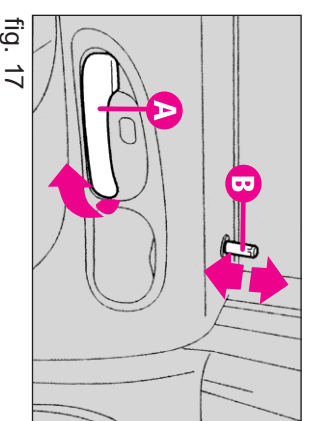

fig. 17
-Pentru a deschide ușa, trageți maneta (B-fig. 17)
-Pentru a închide ușa, apăsați butonul rotund (A) chiar dacă mânerul este deschis și apoi închideți mânerul. Dacă portbagajul nu este închis corect, semnalul luminos  se va aprinde pe tabloul de bord sau (unde este cazul) pe display-ul central.
Prin apăsarea butonului (A-fig. 17) aflat pe ușa din spate va fi blocată doar ușa respectivă.